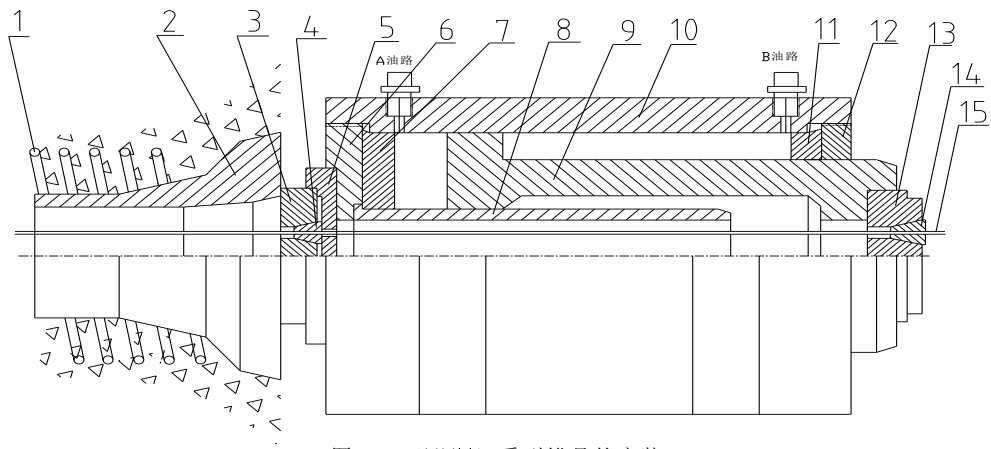

图 1 (XXM) 系列锚具的安装
(1) 按图 1 所示，将 B 路截止阀（回油阀）打开，A 路截止阀关闭，启动油泵，向张拉缸供油进行张拉。同时调节节流阀，以控